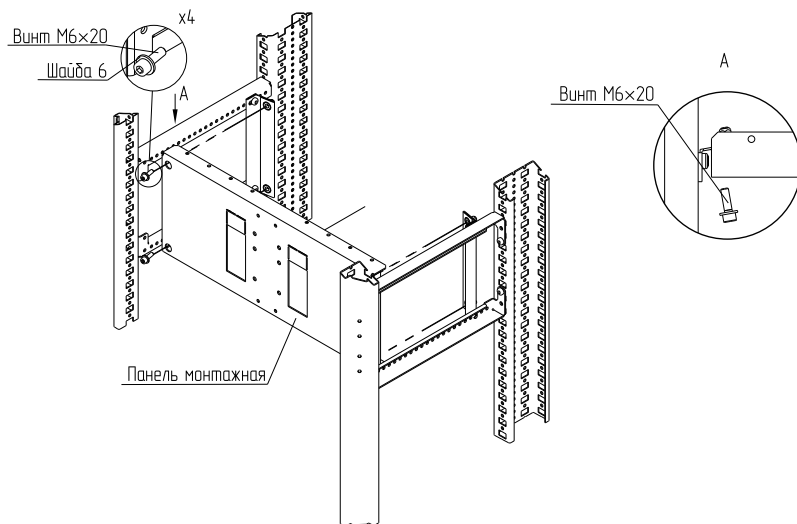

Рисунок 5
4.1.4 Прислонить панель монтажную (универсальную) к кронштейнам МП и закрепить винтами М6×20 с шайбами М6 (рисунок 5). Момент затяжки – 7 Н·м.